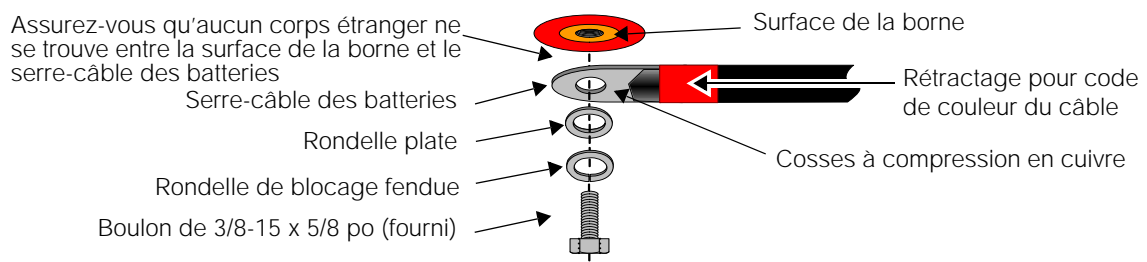

Figure 2-10 Raccordement des câbles de batteries
3. Raccordez un connecteur du câble POSITIF (+) à la borne POSITIVE DC sur l'onduleur/chargeur. Veillez à respecter la polarité. La Figure 2-10 illustre l'ordre d'insertion des éléments. Utilisez une clé pour serrer le boulon au couple de serrage requis.
5. Raccordez le câble NÉGATIF (-) des batteries à la borne NÉGATIVE (-) DC sur l'onduleur/chargeur. Veillez à respecter la polarité. La Figure 2-10 illustre l'ordre d'insertion des éléments. Utilisez une clé pour serrer le boulon au couple de serrage requis.